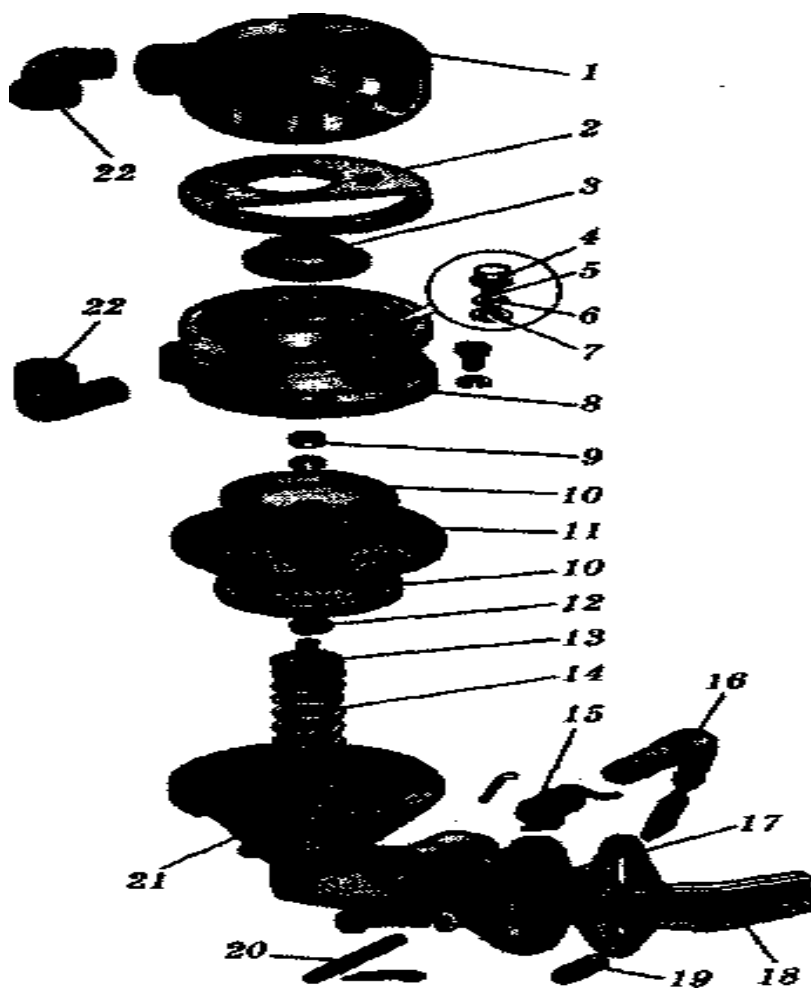

Рис. 3. Бензонасос Б-9Г:
11. Зніміть бензиновий насос Б-9Г двигуна і розберіть його (рис. 3). Розгляньте всі деталі насоса і складіть його у зворотній послідовності.